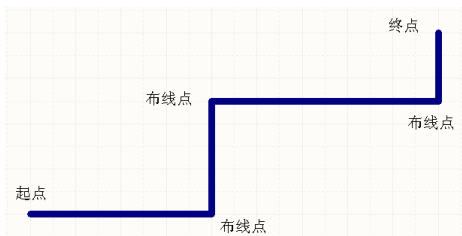

图 2.88 布置导线的过程
(3) 单击鼠标左键或单击键盘回车键确定导线的起点。移动鼠标指针后, 会出现一条细线从所确定的第一个端点处延伸出来, 直至鼠标指针当前所指位置。
(4) 将鼠标指针移到导线的下一个折点, 单击鼠标左键或单击回车键在导线上添加一个布线点, 系统自动布置从端点到该布线点之间的导线。
(5) 继续移动鼠标指针确定导线上的其它布线点, 直至导线的终点。
(6) 单击鼠标右键或单击“Esc”键, 完成这一条导线的布置, 整个过程如图 2.88 所示。